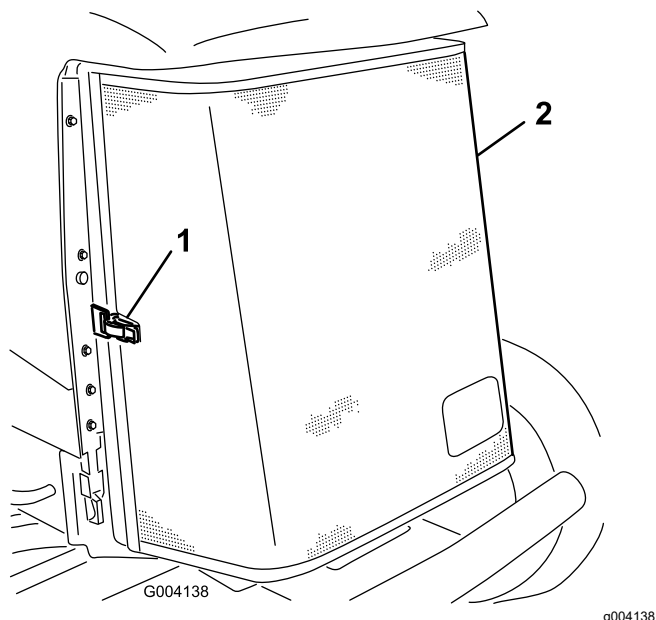

Рисунок 64
3. Откройте защелку и откиньте заднюю решетку (Рисунок 64).